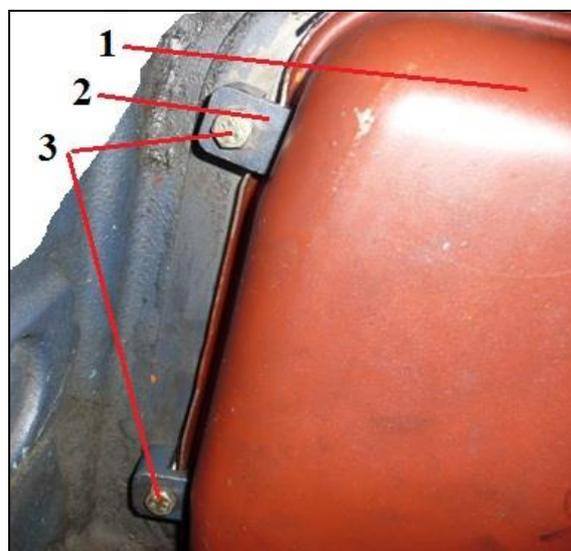

Рис. 31 Снятие поддона
2.27. Снятие масляного поддона (см. Рис. 31)